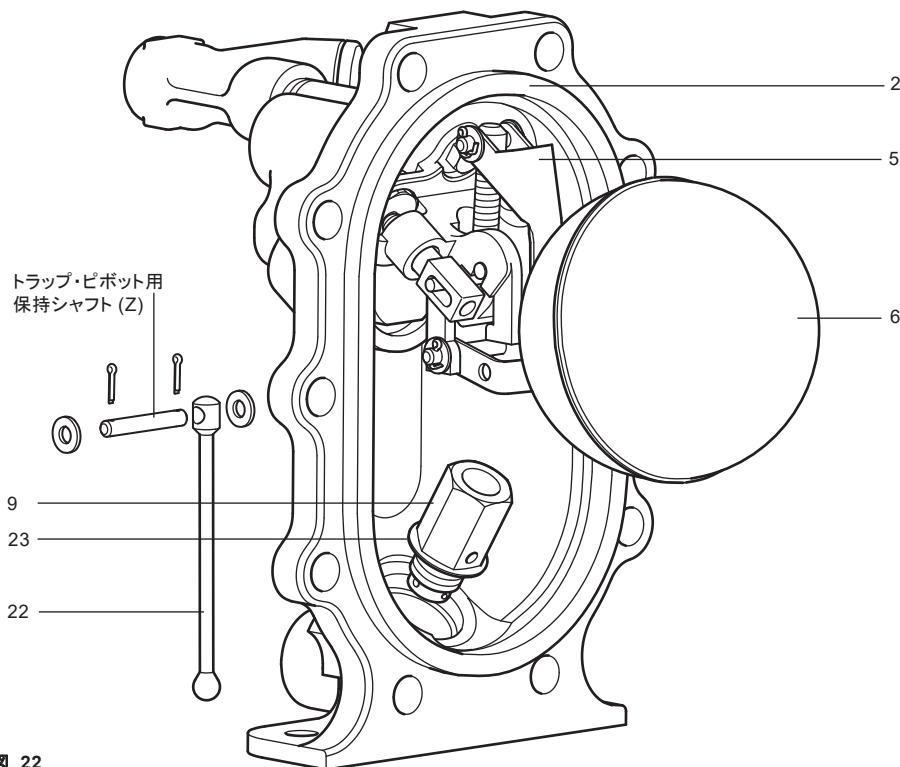

図. 22
4. スプリット・ピン、ワッシャー及びシャフトをトラップのピボット(V)から外します。(図22 参照)